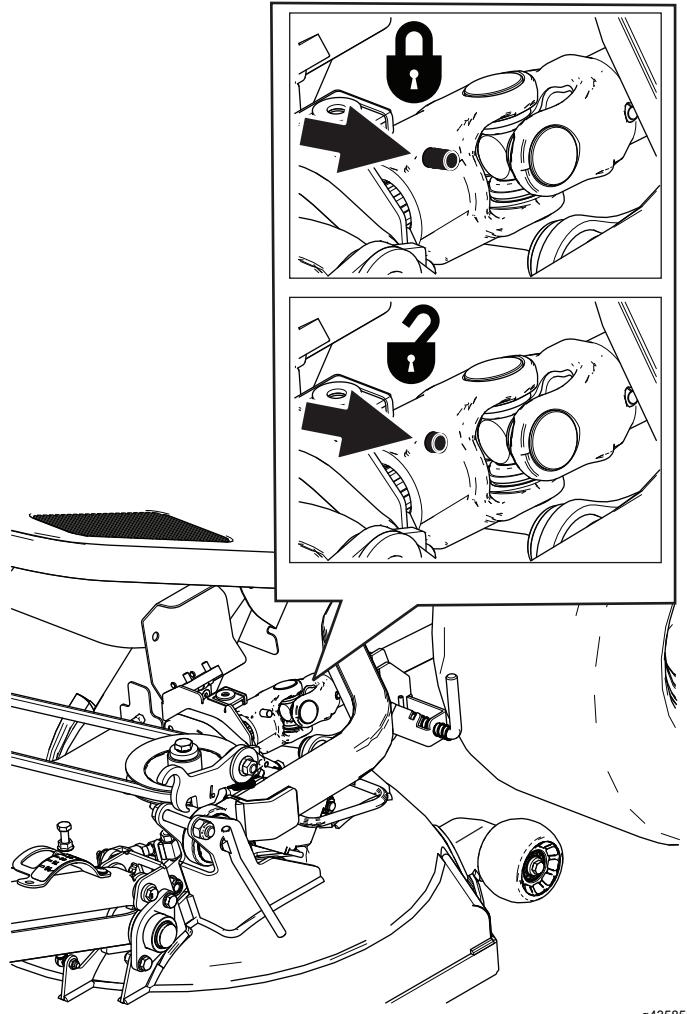

Figura 92
1. Ruotate il fissaggio a un quarto di giro e aprite la protezione del giunto cardanico dal copringhia (Figura 92).
2. Scollegate l'estremità anteriore dell'albero di trasmissione dalla scatola ingranaggi dell'apparato di taglio premendo il perno a molla e tirando all'indietro l'estremità dell'albero di trasmissione (Figura 92).
3. Rilasciate il perno a molla e accertatevi che il giunto cardanico dell'albero di trasmissione sia bloccato nella scatola ingranaggi dell'apparato di taglio; fate riferimento alla Figura 92.